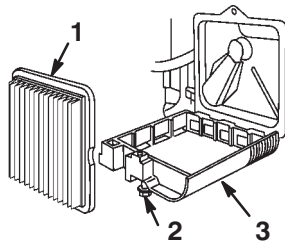

Figure 13
3. Desserrez la vis qui fixe le couvercle du filtre à air au moteur (Fig. 13).
5. Enlevez et jetez l'élément filtrant en papier usagé (Fig. 13).